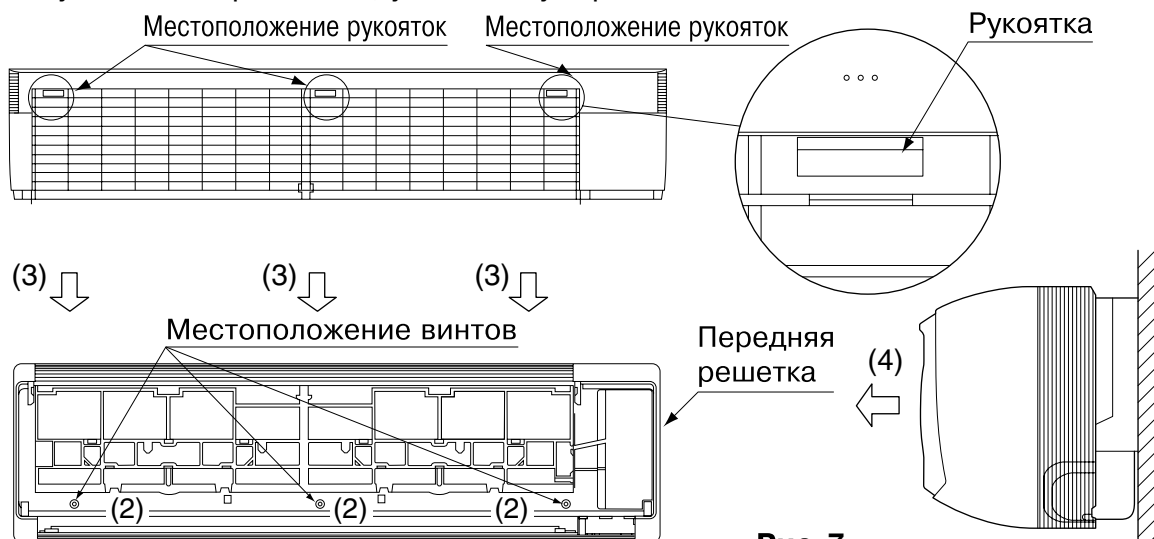
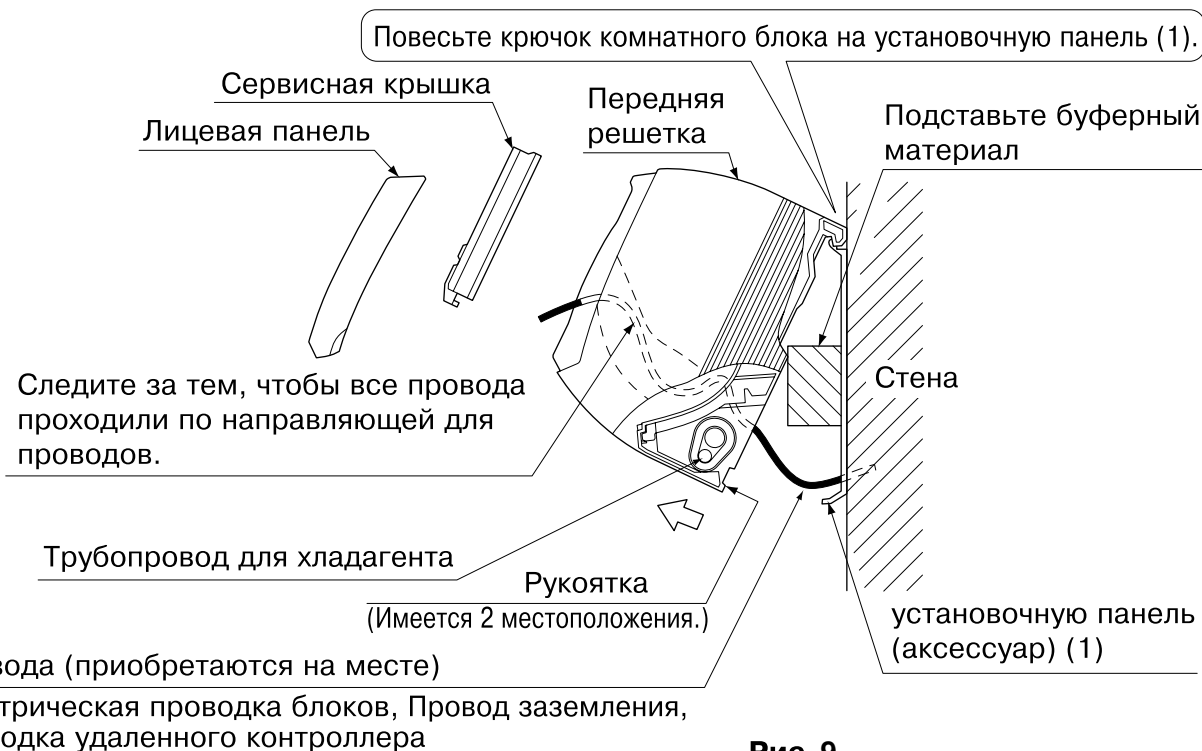

Рис. 7
Рис. 9
- Снимите лицевую решетку. (См. рис. 7)
(6) Повесьте комнатный блок на установочную панель. (См. рис. 9)
- (9) Надавите на оба нижних конца комнатного блока двумя руками и наденьте рукоятку на заднюю крышку комнатного блока на установочную панель (1). (См. рис. 9)**
- Уберите буферный материал, подставленный при выполнении шага (6).